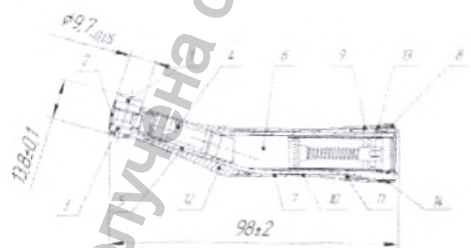

Рис. 1. Наконечник «ФОТОН НУ-1»
2.1 Конструкция наконечника в зависимости от варианта исполнения представлена на рис. 1 - рис. 3.